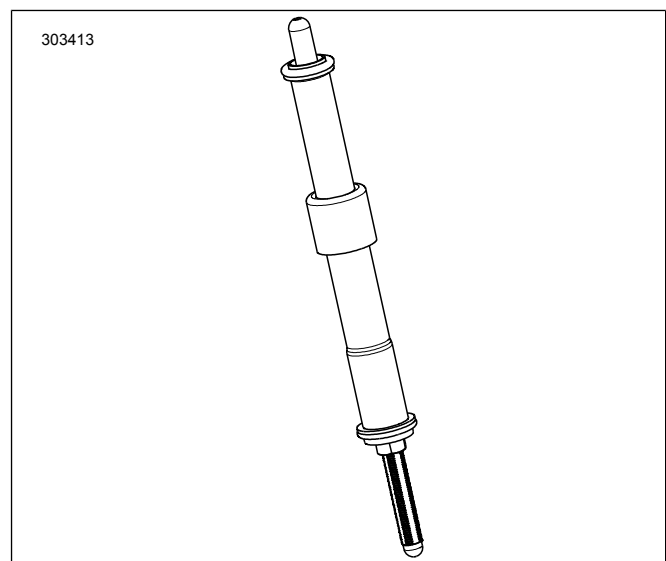

Figura 4. Haste de impulsão instalada na cobertura da haste de impulsão
7. Ver a Figura 4. Instale as bielas de admissão nas coberturas de biela.